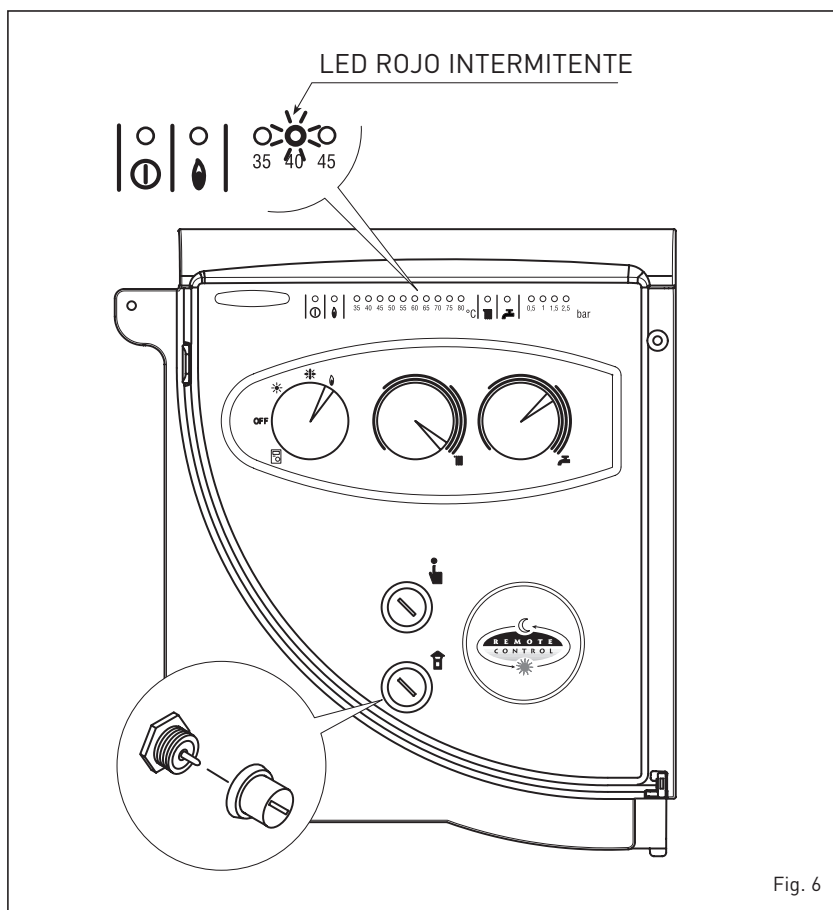

Fig. 6
– **Intervención dispositivo seguridad de humos** (fig. 6)